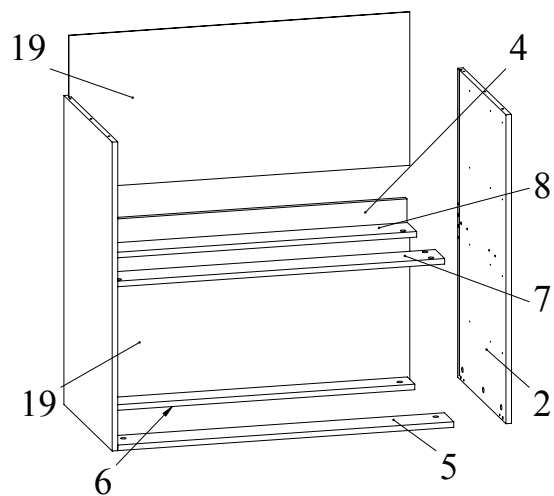

Рис.5
6. Установить боковину 2 на царгу 4, распорные планки 5, 6, 7, 8 2 и зафиксировать, повернув конфирматным ключом головки минификсов по часовой стрелке до упора (Рис. 5).
7. Вставить задние стенки ДВП 19 в пазы дна 1 и боковин 2, 3. Скрепить при помощи конфирматов 7x50 царгу 4 и распорную планку 8 (Рис. 5).